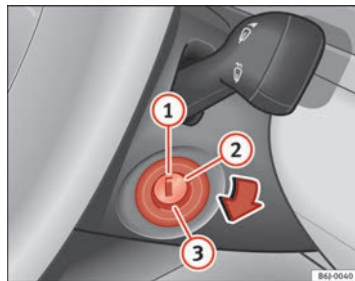

Fig. 110 Posições da chave da ignição
Nesta posição, ⇒ Fig. 110 a ignição e o motor estão desligados, podendo bloquear a direcção.
- Rode a chave da ignição para a posição ⇒ Fig. 110 ②. O aviso ⚡ acender-se-á em caso de pré-incandescência do motor.
- Quando o aviso se apagar, rode a chave da ignição até à posição ③ para arrancar o motor, sem acelerar.
- Rode a chave da ignição até à posição ⇒ Fig. 110 ①.